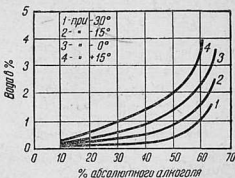

Рис. 2
На рис. 2* показано влияние примеси воды на устойчивость смеси горючего бензина с абсолютным спиртом при разных температурах.
* Рис. 2 и 3 и таблица растворимости бензинов замешиваются из работ физико-химического отдела НАТИ и кнж. проф. И. С. Панютиня, Труды НАТИ, выпуск 28-й.